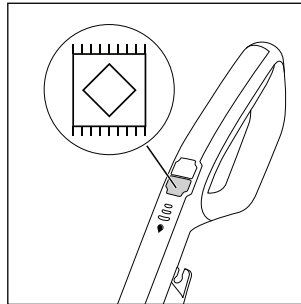

Abb. 17
- ♦ Um das Gerät einzuschalten, drücken Sie den Schalter Teppichboden  **13** (siehe Abb. 17). Die LED des Schalters Teppichboden  **13** leuchtet blau.
- ♦ Drücken Sie zum Ausschalten des Gerätes erneut den Schalter Teppichboden  **13** (s. Abb. 17).